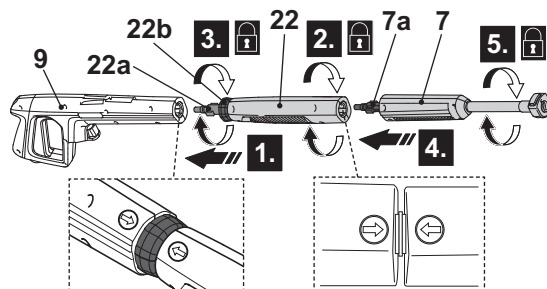

Fig. 12
1. Siempre coloque la lanza corta de extensión (22) cuando use el cepillo barredor.
2. Alinee e inserte las lengüetas (22a) de la lanza corta de extensión (22) en las ranuras del puerto de conexión de la pistola de pulverización (9). (Fig. 12, paso 1).